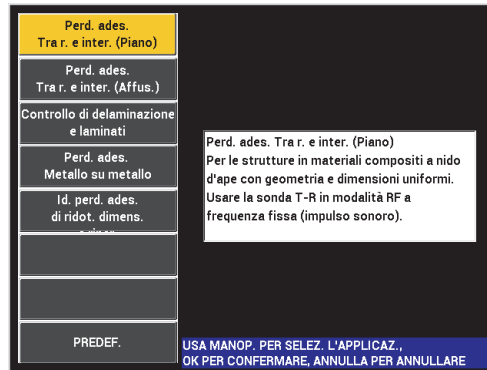
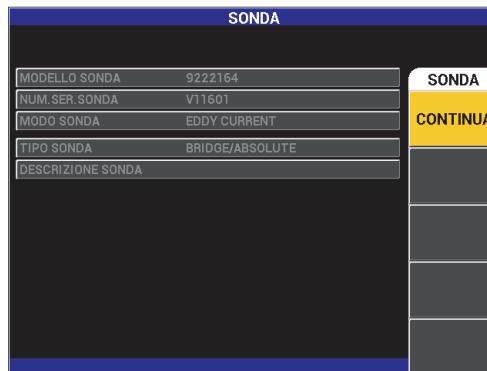
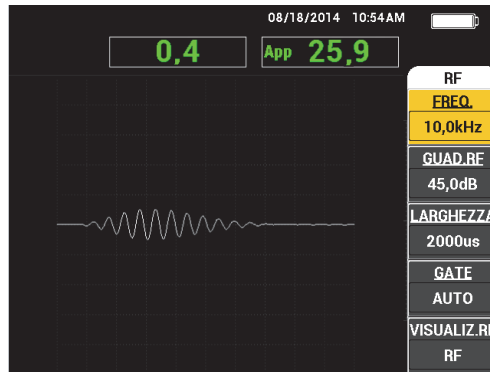

Figura 3-2 Scelta delle applicazioni nel menu di configurazione rapida delle applicazioni
Figura 3-3 La schermata di riconoscimento PowerLink
Figura 3-4 La schermata principale di ispezione
- Se non è collegata una sonda o è collegata una sonda di tipo PowerLink, la prima schermata visualizzata dal software del BondMaster 600 è quella del menu di configurazione rapida delle applicazioni (vedere Figura 3-2 a pagina 64). Scegliere una delle applicazioni di base contenute in questo menu per configurare automaticamente le corrette impostazioni dello strumento.
- Se viene collegata la sonda PowerLink, il BondMaster 600 avvia la schermata di riconoscimento PowerLink (vedere Figura 3-3 a pagina 64). Questa schermata permette di configurare automaticamente lo strumento per quel tipo di sonda.
- ◆ Se viene collegata una sonda PowerLink e viene visualizzata la schermata di riconoscimento PowerLink (vedere Figura 3-3 a pagina 64), si carica il programma registrato nella sonda PowerLink, e automaticamente si configura il BondMaster 600, premendo il tasto A.
Dopo avere effettuato le prime operazioni nel menu a configurazione rapida o nel menu PowerLink, viene visualizzata la schermata principale di ispezione (vedere Figura 3-4 a pagina 66).
La Figura 3-4 a pagina 66 contiene un esempio rappresentativo della schermata principale di ispezione. L'aspetto della schermata può variare in funzione dell'applicazione scelta o dell'applicazione PowerLink (programma) caricata (vedere Figura 3-2 a pagina 64 e Figura 3-3 a pagina 64).